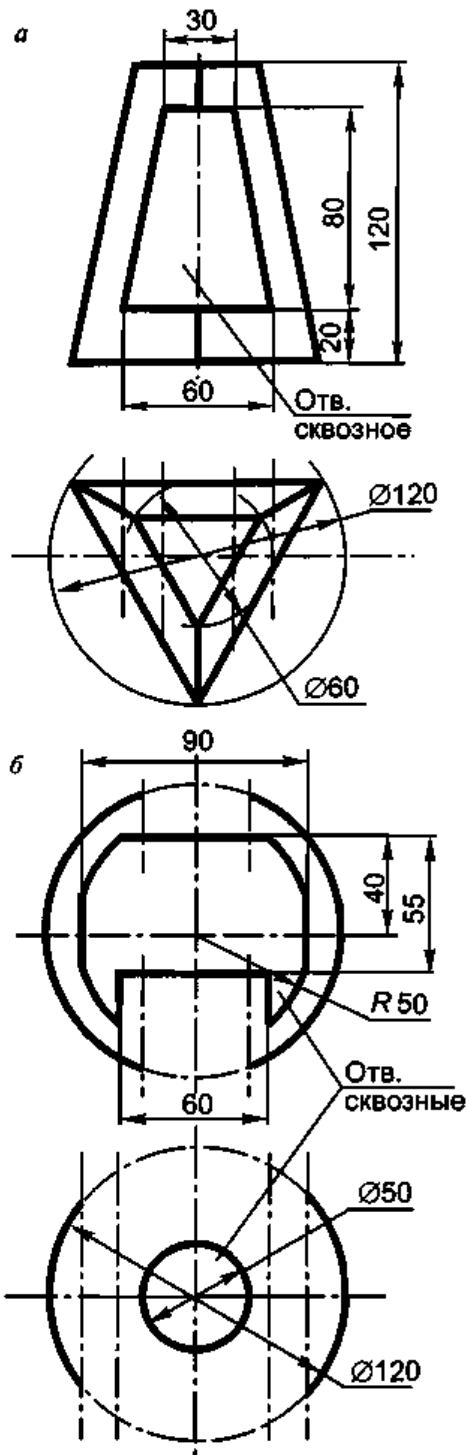

Рис. 2.33
23. Выполнить чертежи треугольной пирамиды (а) и сферы (б) с окнами в трех проекциях с тремя разрезами каждой (рис. 2.33).